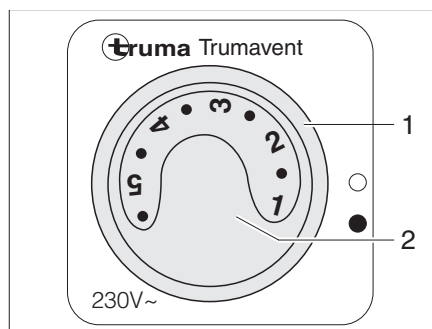

Fig. 107 Conmutador de mando para ventilador de circulación de aire (230 V)
- Poner el interruptor giratorio (Fig. 107,1) en "●".
- Ajustar la potencia deseada del ventilador de circulación de aire con el botón giratorio (Fig. 107,2).
- Poner el interruptor giratorio (Fig. 107,1) en "○".